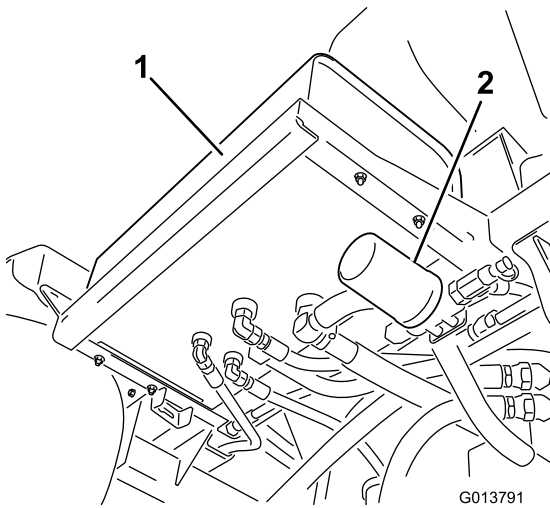
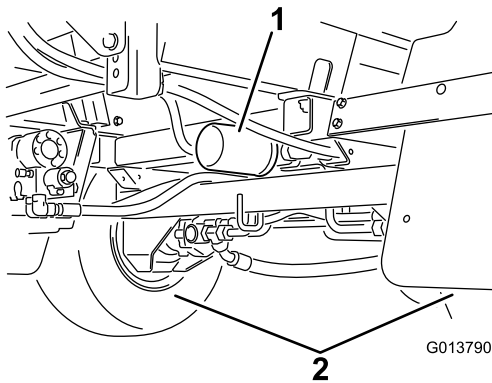

Figura 91
Figura 92
2. Localice los dos filtros hidráulicos en la máquina (Figura 91 y Figura 92).